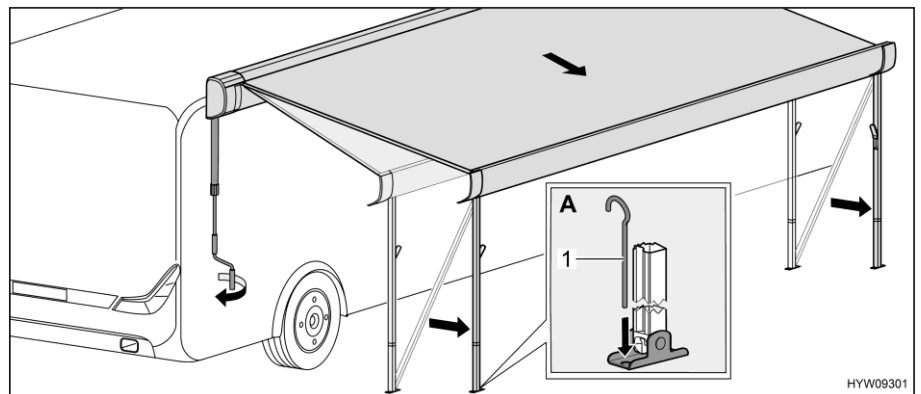

Bild 48 Markise in Endstellung bringen
- Stützfüße mit Heringen (Bild 48,1) am Boden befestigen (Bild 48,A).